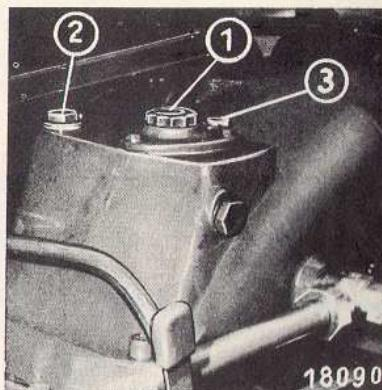

Fig. 57
L'huile usée est aspirée à l'état chaud par l'orifice d'évacuation ③ (fig. 57), le moteur étant à l'arrêt, au moyen d'un système d'aspiration ou d'une pompe à main (par ex. de chez Wilhelm Bäcker — Remscheid-Hasten, N° de Cde. 4939).